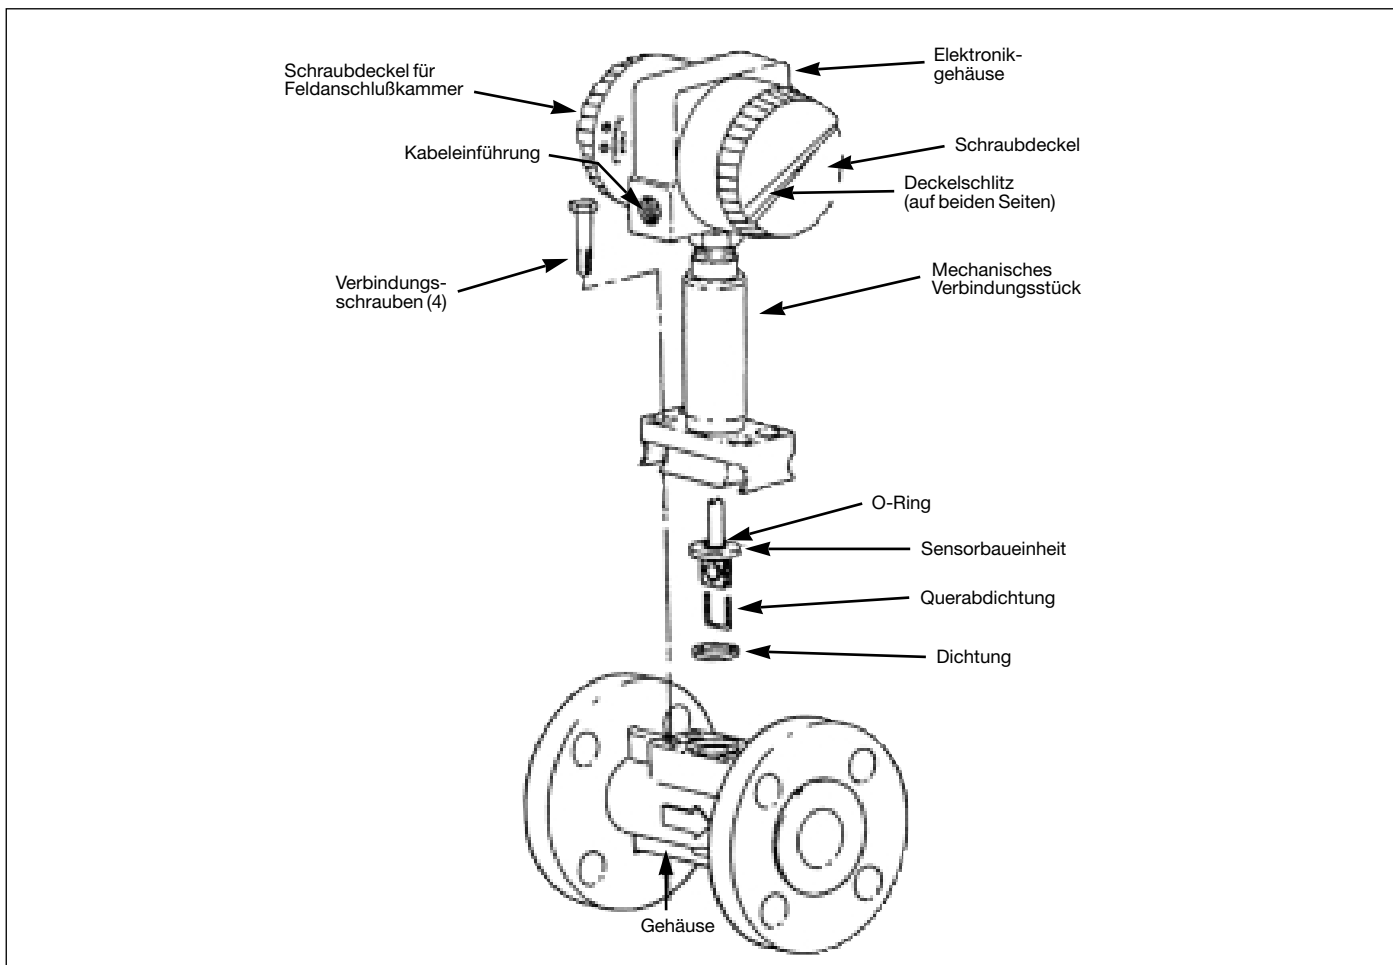

Abbildung 28. VFM 3100-Baueinheiten
- Schrauben des mechanischen Verbindungsstücks herausdrehen und elektrisches Gehäuse, mechanisches Verbindungsstück sowie Sensor als Einheit abheben. Siehe Abbildung 28.